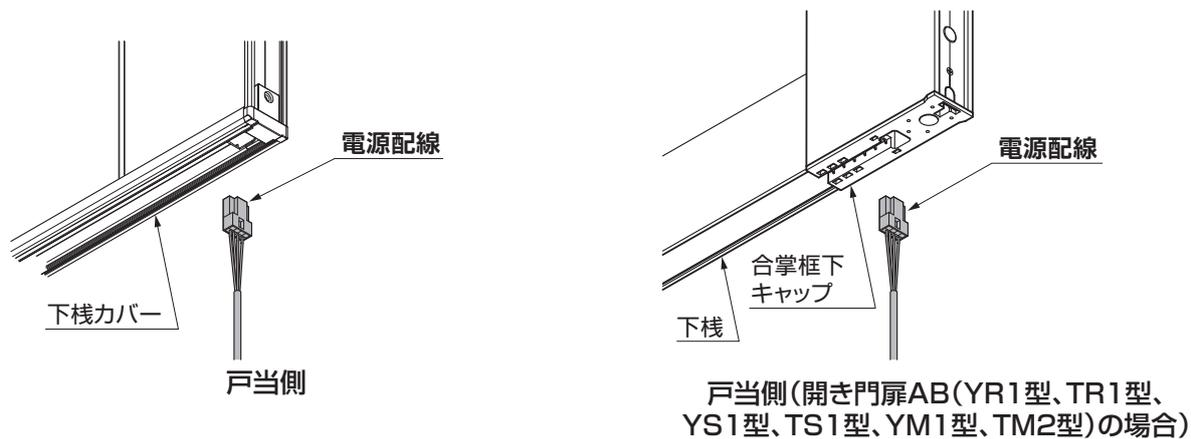

図3-1
⑥電源配線を制御ユニット取付部よりそれぞれ引き出します。(図3-1、3-2)